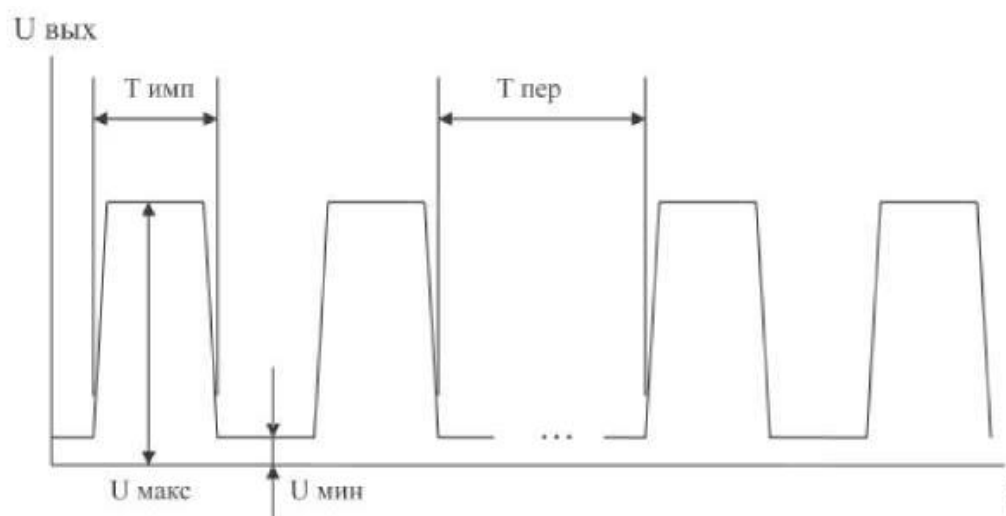

Рисунок 61 – Импульсный сигнал.
**Логический ноль датчика движения** – минимальное значение напряжения на выходе датчика ( $U_{\text{мин}}$ , Рисунок 61)
**Логическая единица датчика движения** – максимальное значение напряжения на выходе датчика ( $U_{\text{макс}}$ , Рисунок 61)